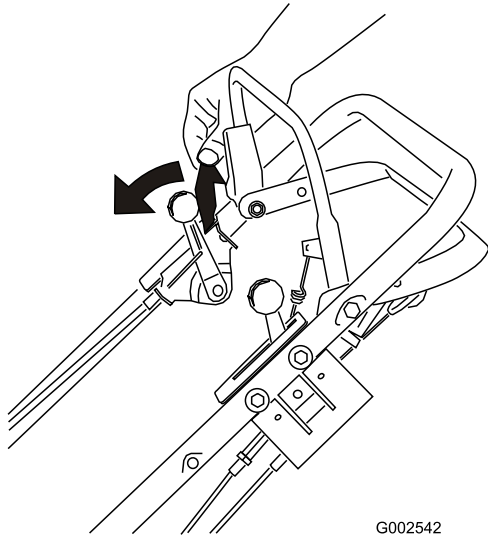

Figura 12
1. Empuje hacia adelante el mecanismo de bloqueo de la barra de control (Figura 12).